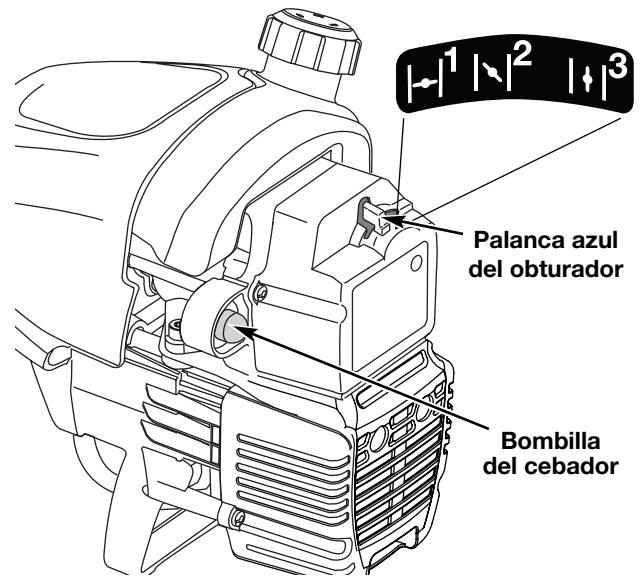

Fig. 7
8. Una vez que se haya calentado el motor, coloque la palanca azul del obturador en la Posición 3 (Fig. 7). La unidad está lista para ser usada.
SI... el motor titubea, regrese la palanca del obturador a la Posición 2 (Fig. 7) y siga calentándolo.